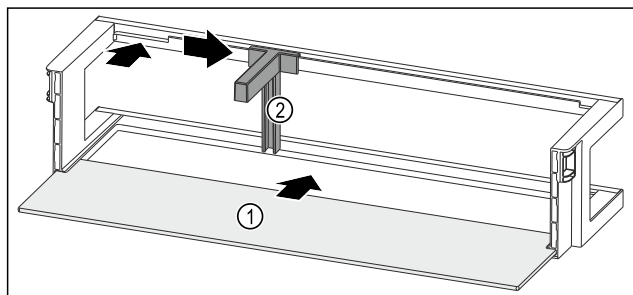

Fig. 234 Vratna polica z odlagalno polico
- ▶ Odlagalno polico Fig. 234 (1) vstavite v stranske vdolbine.
- ▶ Vstavite držalo za steklenice Fig. 234 (2) v odprtino.
- ▶ Držalo za steklenice Fig. 234 (2) potisnite na stran do zelenega položaja.